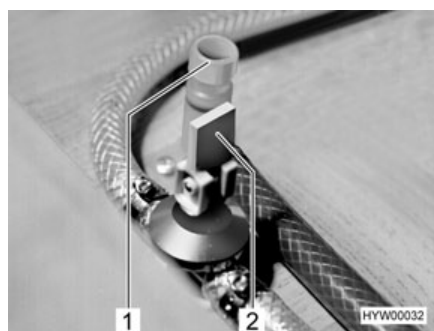

Fig. 135 Llaves de desagüe para la caldera Truma
- Cerrar todas las llaves de desagüe de la caldera. Para esto, poner el balancín (Fig. 135,2) en posición horizontal o bien girar la tapa (Fig. 135,1) en sentido de las agujas del reloj.
- Abrir todas las llaves de desagüe de la caldera. Para esto, poner el balancín (Fig. 135,2) en posición vertical o bien girar la tapa (Fig. 135,1) en sentido contrario a las agujas del reloj.